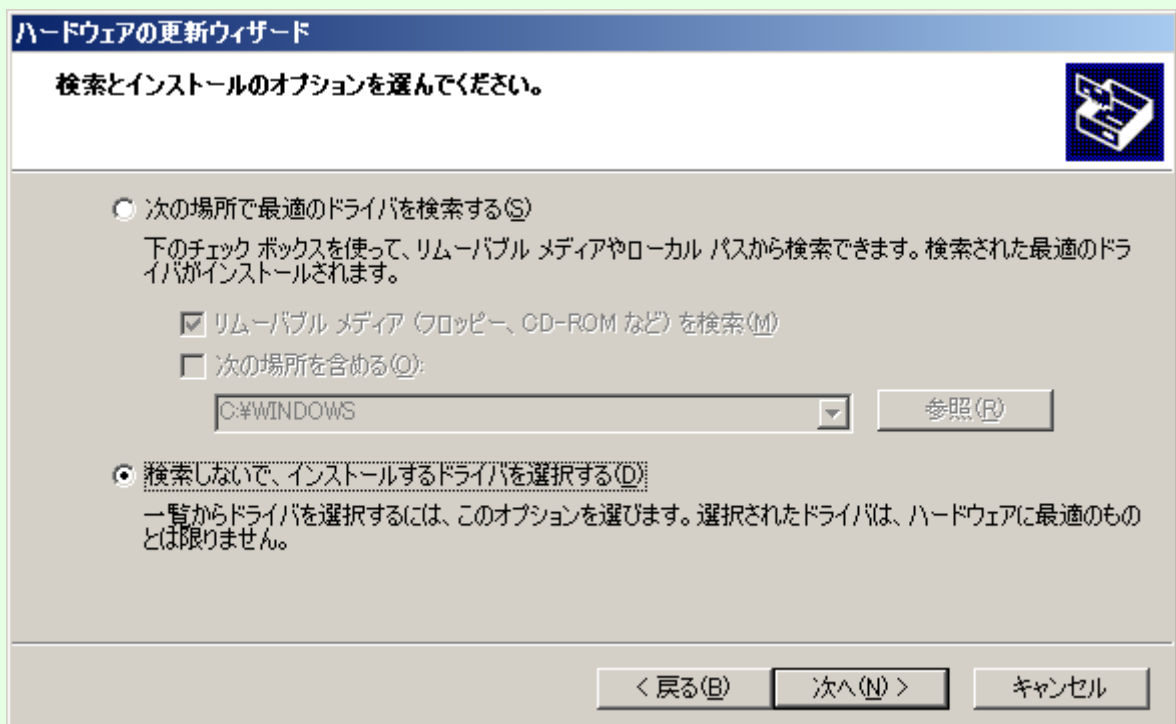

図 1-6
- ⑤ 「**①検索しないで、インストールするドライバを選択する(D)**」 を選択して「**次へ(N)>**」を押します。(図 1-6)